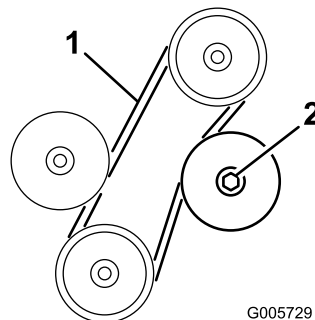

Figure 67
3. La courroie doit présenter une flèche de 6 mm quand une force de 22 N est exercée à mi-chemin entre les poulies (Figure 67). Si la flèche n'est pas correcte, passez à l'étape 4. Si tout est en ordre, passez à l'étape 5.
4. Desserrez le contre-écrou de fixation de la poulie de tension réglable (Figure 67). Poussez la poulie de tension contre la courroie jusqu'à ce qu'elle soit tendue correctement, puis serrez le contre-écrou de la poulie de tension (Figure 67).
2. Desserrez le contre-écrou de fixation de la poulie de tension réglable, éloignez la poulie de la courroie et déchaussez la courroie des poulies (Figure 67).
3. Installez une courroie neuve et tendez-la correctement. Poussez la poulie de tension contre la courroie jusqu'à ce que vous obteniez une flèche de 6 mm quand vous exercez une force de 22 N à mi-course entre la poulie supérieure et la poulie de renvoi fixe. Resserez le contre-écrou de la poulie de tension pour fixer le réglage (Figure 67).